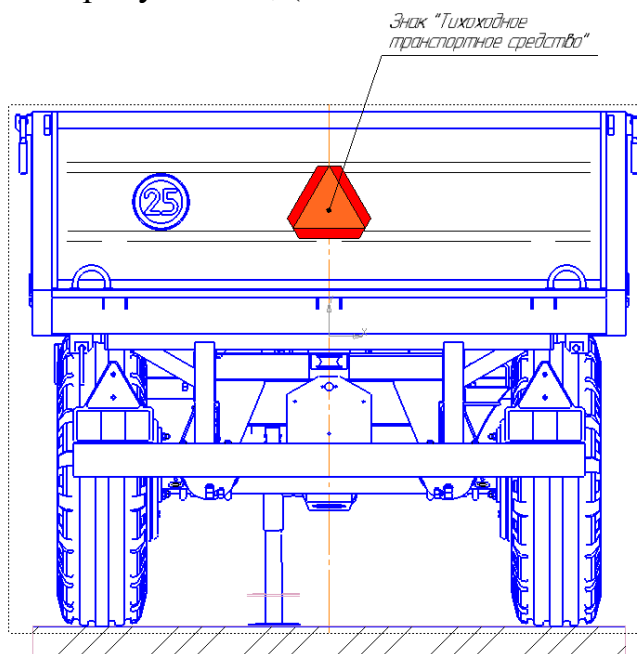

Рисунок 4.1 Схема установки знака «Тихоходное транспортное средство»
4.10 При выезде на дороги общего пользования на полуприцепе должен быть установлен задний опознавательный знак «Тихоходное транспортное средство» который необходимо закрепить с помощью двух винтов 2-4x16.01.019ГОСТ 11650-80 рисунок 4.1, (в комплект поставки не входят).